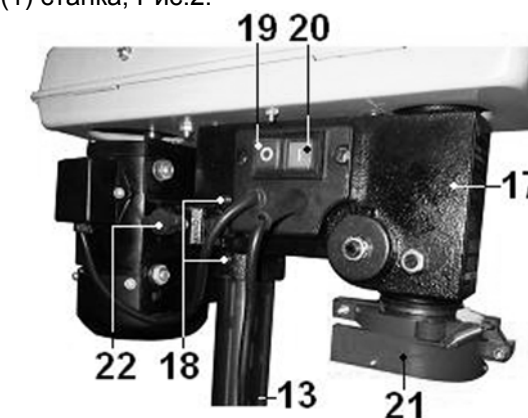

Рис. 3
9.4. Аккуратно установите на колонну (13) шпиндельную головку станка (17), Рис.3, предварительно ослабив винты фиксации (18), Рис.3. Поворачивая шпиндельную головку (17) на колонне (13), Рис.3, убедитесь, что она «села» до упора. Положение шпиндельной головки зафиксируйте винтами фиксации (18), Рис.3.
10.3. Станок оснащен магнитным пускателем, предотвращающим самопроизвольное включение после отключения питания, Рис.3. Включение станка производится нажатием на зелёную кнопку (20), отключение станка производится нажатием на красную кнопку (19), Рис.3.
10.6. При открытии верхнего кожуха (8) ременной передачи, Рис.2,8, произойдет размыкание конечного выключателя (37), и станок отключится. Включение станка возможно только после закрытия верхнего кожуха (8) ременной передачи, Рис.2,8 и нажатия на зеленую кнопку включения (20), Рис.3. (см. п.10.3.). Если станок не включается, выполните регулировку положения кулачка (38).
**ВНИМАНИЕ:** Запрещается принудительно блокировать конечный выключатель (37).